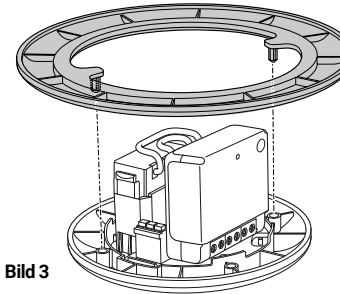

Bild 3
- 4 Setzen Sie das DCL zusammen, wenn nötig mit dem Flansch, siehe **Abbildung 3**.